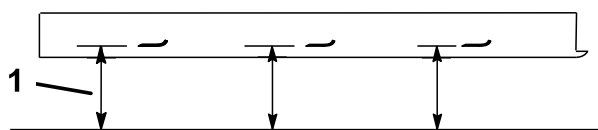

Figura 61
- Mida desde una superficie nivelada hasta el filo de corte, posición A, de las cuchillas (Figura 61). Anote esta dimensión.